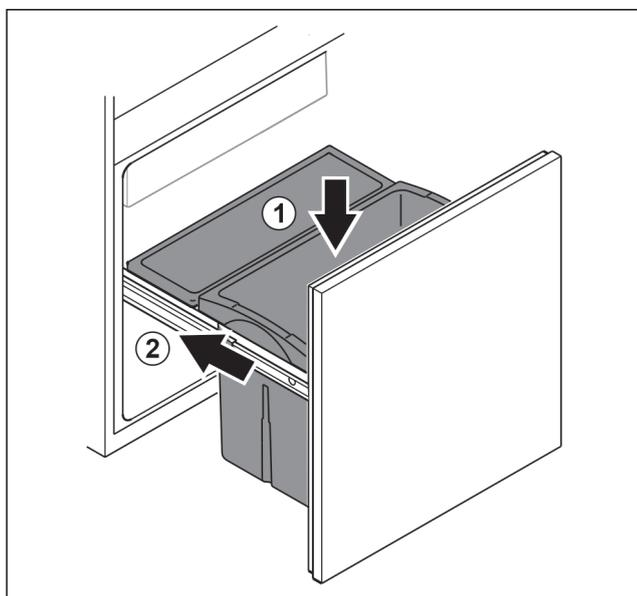

Fig. 99
- ▶ Insérer le tiroir par le haut. Fig. 99 (1)
- ▶ Introduire le chariot coulissant. Fig. 99 (2)